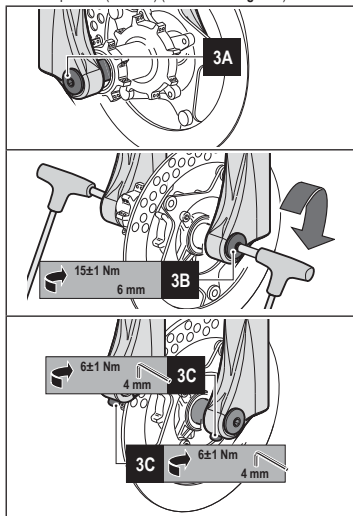

Figura 3 - Instalación rueda en horquillas de \varnothing 32 mm con eje pasante de \varnothing 20 mm
- Alinee el centro de la rueda con los dos ejes rueda (véase 3A en Figura 3).
- Introduzca el eje a través del soporte rueda derecho, de la rueda y del soporte rueda izquierda (véase 3A en Figura 3).
- Apriete el eje al par de torsión previsto (15 ± 1 Nm) actuando en el tapón del perno (véase 3B en Figura 3) con una llave Allen de 6 mm.
- Ayudándose con una llave Allen de 4 mm, apriete los tornillos colocados sobre los dos dispositivos de retención al par de torsión previsto (6 ± 1 Nm) (véase 3C en Figura 3).